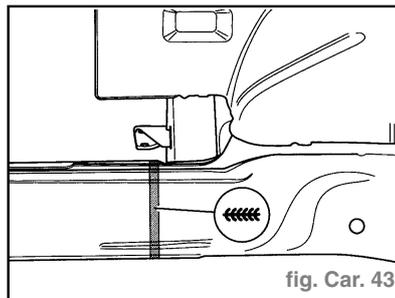

fig. Car. 43
- Présenter le longeron sur l'équerre de redressement et effectuer la soudure en bord à bord, en cordon continu sous gaz de protection (fig. Car. 43).